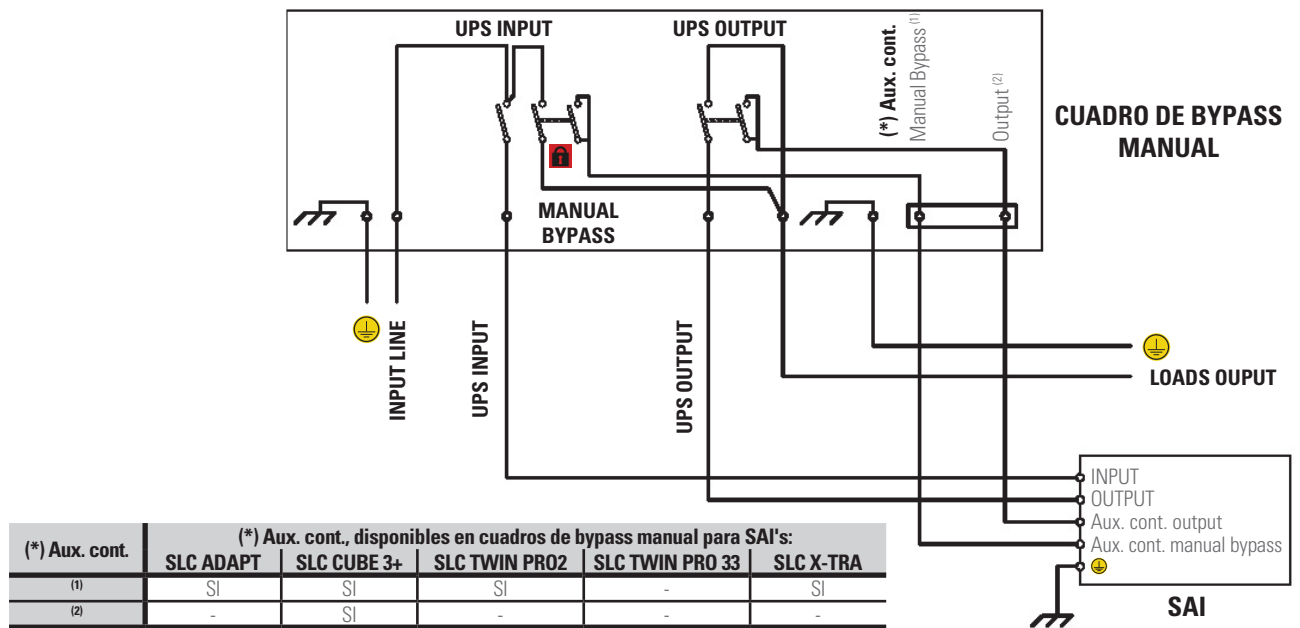

Fig. 3. Cuadro de bypass manual genérico para un SAI estándar.
- Cuadro de bypass manual genérico para un SAI estándar (Fig. 3).